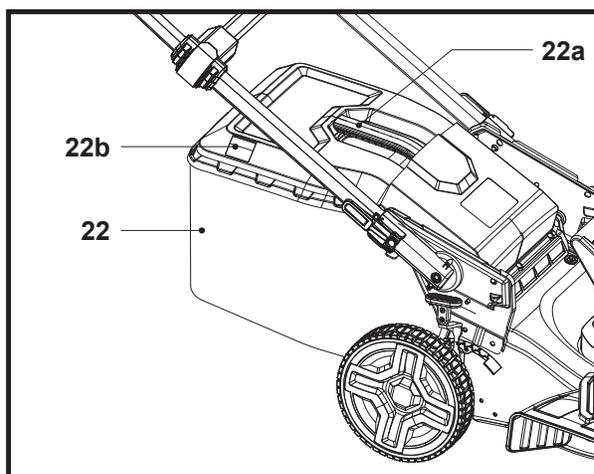

Fig. 13
2. Lorsque la trappe (22b) est fermée, le bac de ramassage (22) est plein et doit être vidé (Fig. 13).